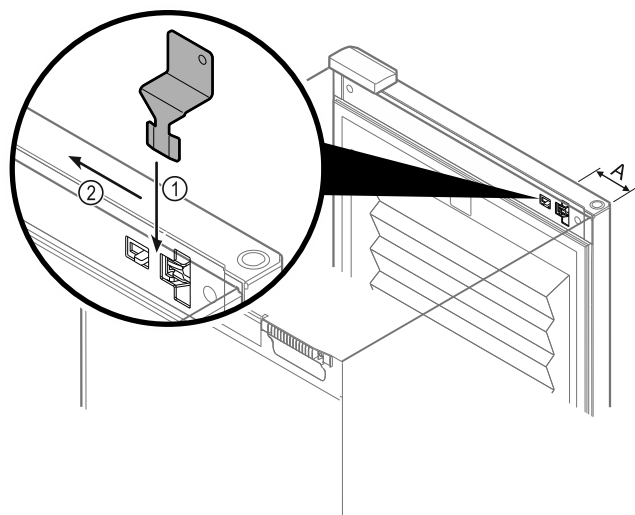

Fig. 103
- Positionner la clé de déverrouillage de secours à l'endroit indiqué Fig. 103 (A) ≈ 100 mm.
- Insérer par le haut et jusqu'au bout la clé de déverrouillage de secours entre la porte et le corps de l'appareil Fig. 103 (1).
- Tirer la clé de déverrouillage de secours en direction de la charnière Fig. 103 (2).